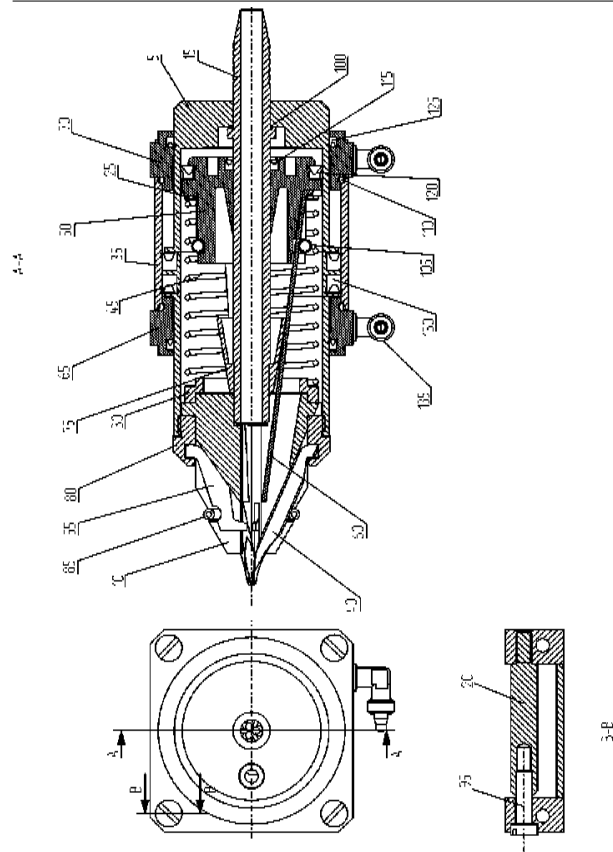

Рис.4.
- 7.4.1. При разборке для технического обслуживания бесштоковой шиповальной головки следует придерживаться следующей методики. (см.Рис.4.)